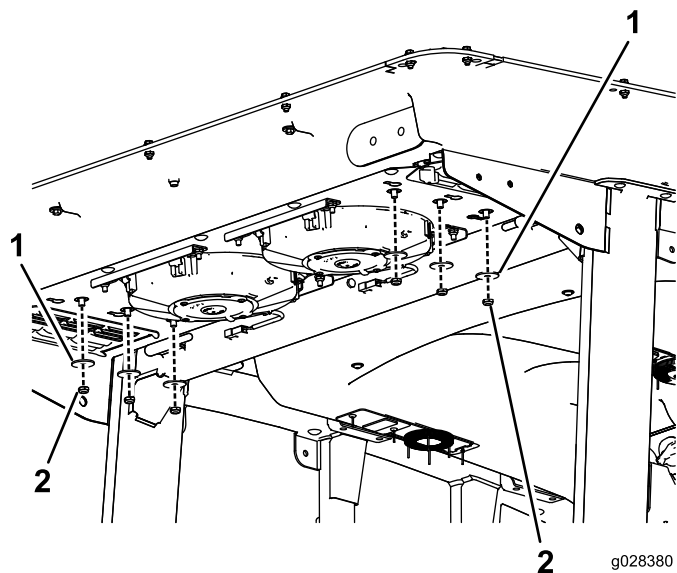

Figura 55
2. Retire las 6 tuercas y arandelas de la parte inferior de la parte trasera de la cabina (Figura 55).